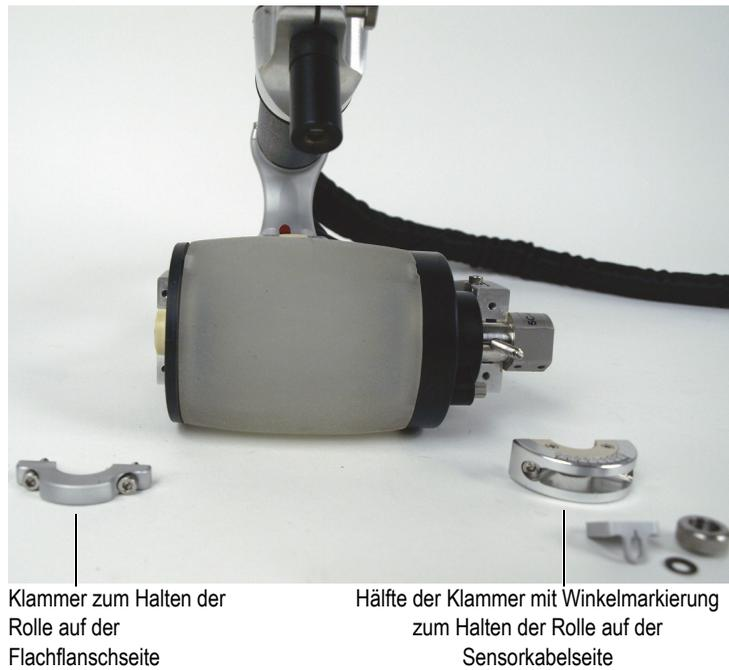

Abbildung 6-2 Entfernen der Halteklammern der Akustikrolle
2. Entfernen Sie mit dem mitgelieferten Innensechskantschlüssel die vier Schrauben und zwei Klammern vom Rahmen des RollerFORM (Abbildung 6-2 auf Seite 79). Zu den vier Halteschrauben der Klammern gehören Federringe.